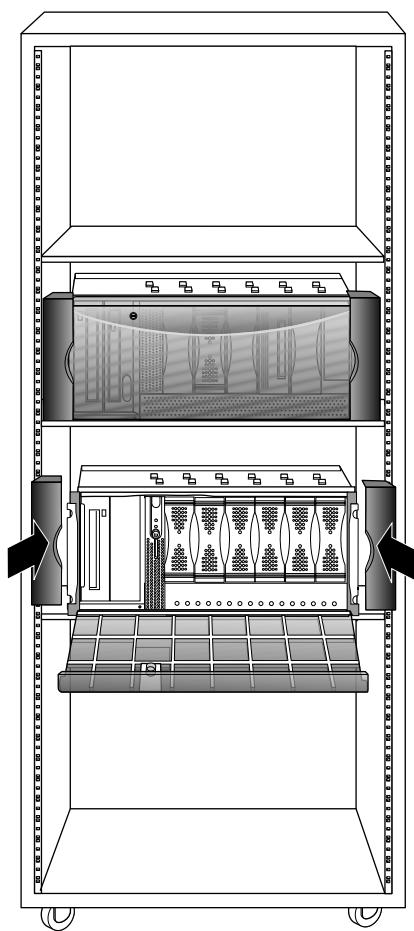

Figure 3-5 Mise en place des capuchons sur un serveur
6. Fixez les capuchons en plastique à l'avant du serveur pour dissimuler le rebord avant, comme illustré à la Figure 3-5.